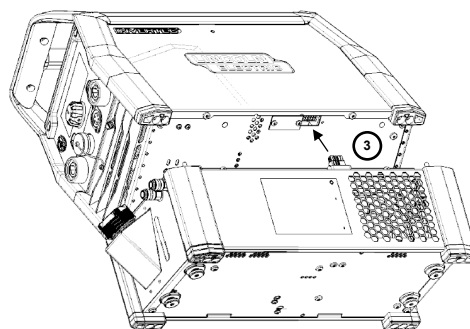

Bild 2
3. Placera strömkällan på kylaren och luta den något för att ansluta kylarkontakten till strömkällan (Bild 2).